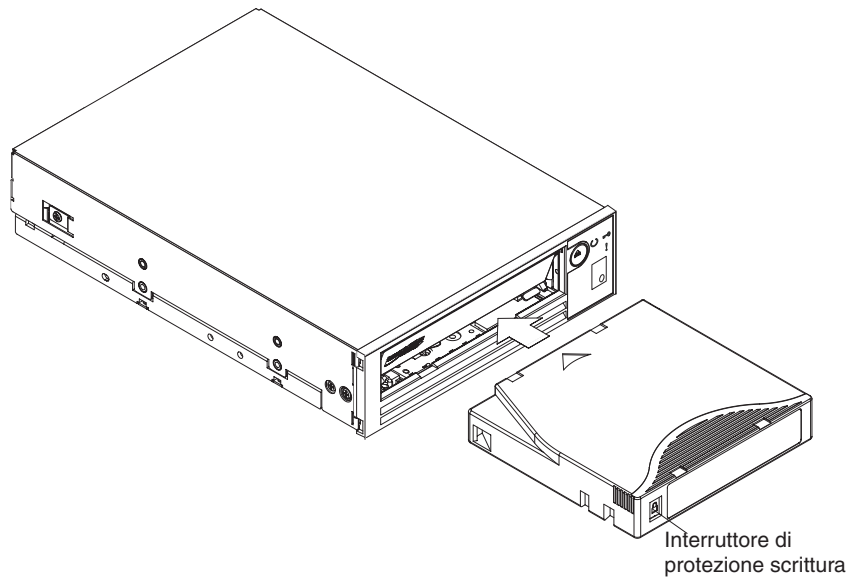

Figura 4. Inserimento di una cartuccia nell'unità
3. Afferrare la cartuccia con l'interruttore rivolto verso di sé (vedere Figura 4 a pagina 23).